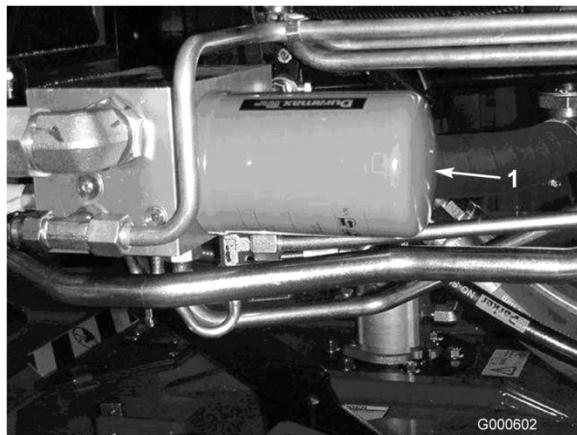

Figura 57
2. Limpie la zona de montaje del filtro. Coloque un recipiente debajo del filtro y retire el filtro (Figura 56 y Figura 57).